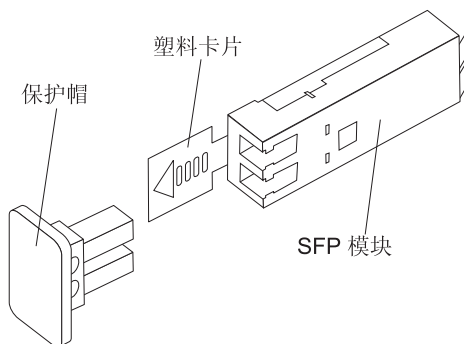

图 26. SFP 模块和保护帽
2. 请如第 48 页的图 26 中所示，从 SFP 模块卸下保护帽。请保管好保护帽以供将来使用。
2. 如果有必要，如第 48 页的图 26 中所示，从 SFP 模块上取下保护帽。请保管好保护帽以供将来使用。